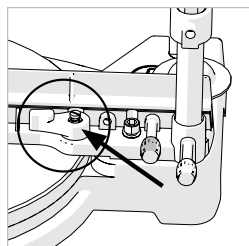

Fig. 19
- Desserrez la vis de verrouillage de l'onglet (**Fig. 19**) en la tournant dans le sens antihoraire.